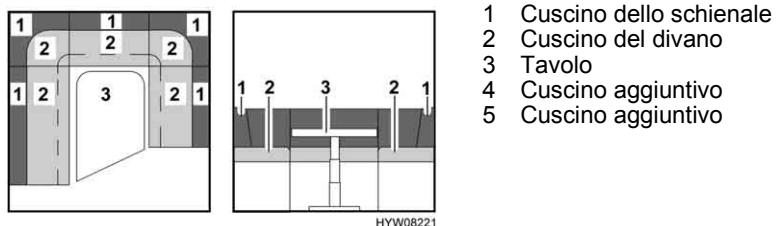

Fig. 69 Prima della trasformazione
- Rimuovere i cuscini dello schienale (Fig. 69,1) e collocarli sotto il tavolo.